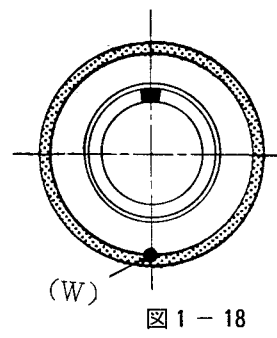

図1-18
(5) 止めピンをさし込んで、Wと反対側の位置に、1個のバランス駒を取付け、本締めする (図1-18)。